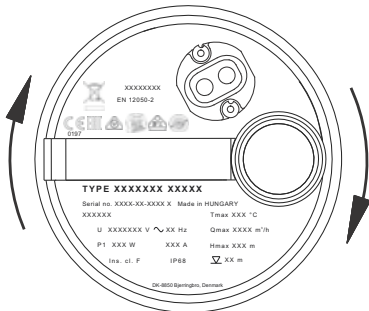

Fig. 8 Omdrejningsretning
3. Observer pumpen når den startes. Hvis pumpen giver et lille ryk med uret, se fig. 8, er motorens omdrejningsretning korrekt. Hvis pumpen giver et ryk mod urets retning, ombyt to faser i netforbindelsen.